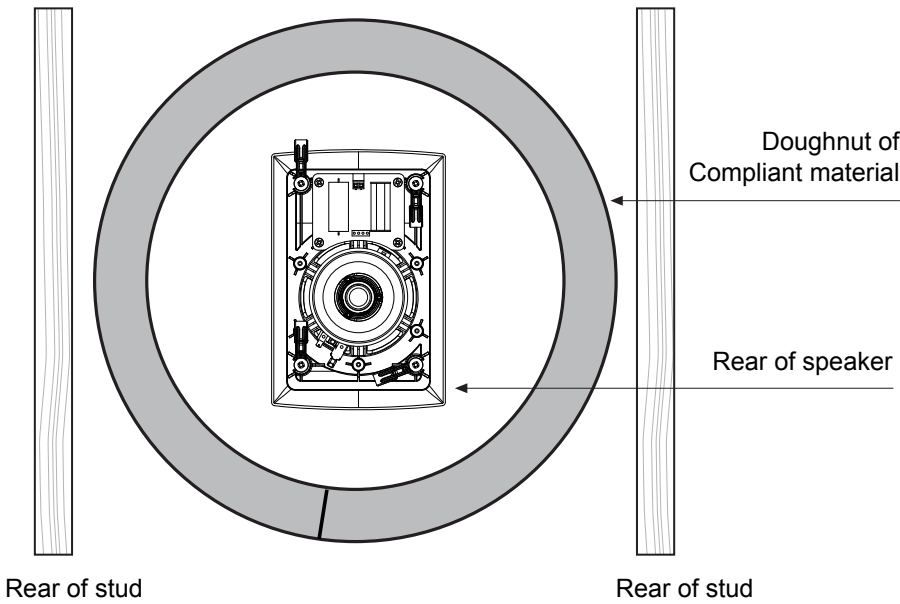

Fig 12: Stud partition or wall cavity, using compliant material of appropriate thickness to create a tight seal
- 1. Molti installatori professionisti utilizzano una "ciambella" di materiale conforme, che può essere inserita a stretto contatto tra le due superfici della parete divisoria o nella cavità del muro. La lunghezza della superficie interna della striscia di materiale determina il volume dell'"involucro" Per ciascun modello, tagliare le strisce nelle lunghezze indicate nella tabella sottostante, inserirle nella cavità e unirle per formare un anello che garantirà il volume corretto - vedere Fig : 12.